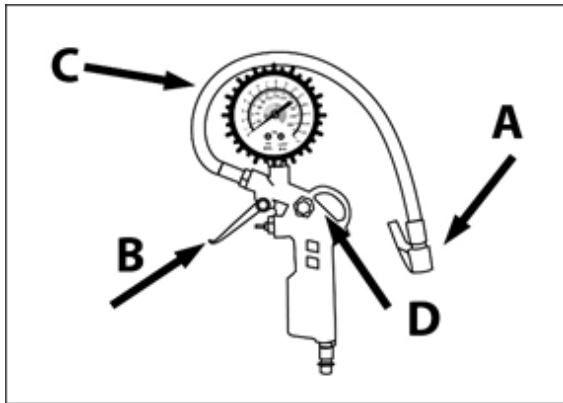
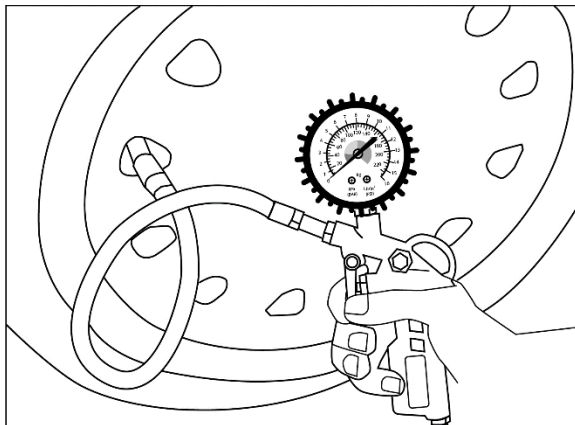

Рис. 13.
Рис. 15.
2. При накачивании автомобильных и большинства велосипедных шин к шлангу не требуется подсоединять никаких дополнительных переходных устройств (рис. 13). Нажмите на язычок **A** и подсоедините шланг непосредственно к шине, надев штуцер на ниппель (рис. 15) и отпустив язычок.
4. Нажав на рычаг **B**, начинайте надувать шину, следя за показаниями манометра **C** (рис. 13). Если давление оказалось больше требуемого, шину можно слегка сдуть, нажав на кнопку **D** (рис. 13).